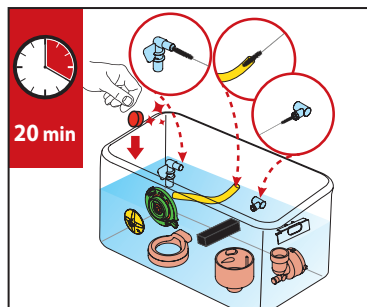

Рис. 1
1. Поместите все детали системы для смешивания ингредиентов в емкость с горячей водой и моющим средством для пищевого оборудования, удовлетворяющим местным нормативам, и оставьте их примерно на 20 минут (см. рис. 1).